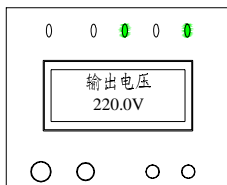

图 3-10
1. 按下“开机/消音”键，直至听到“嘀——”的提示声（按下该键约 1 秒钟），系统自检后，面板电池指示灯和逆变指示灯亮（绿色），如图 3-10 所示。同时，蜂鸣器每 3 秒鸣叫一声，表示系统运行在电池供电模式。